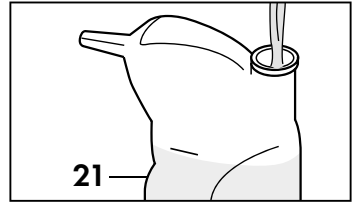

Fig. 6
Remplir la bouteille (21) avec de l'eau du robinet (Fig. 6).